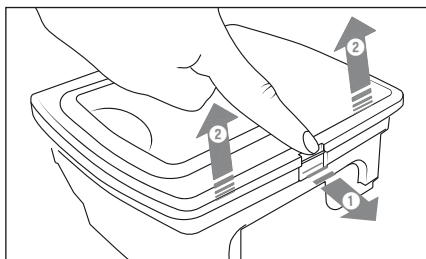

Fig. 7
- 2) Deschideți elementul de blocare de la capacul recipientului de praf 12 și deschideți-l (a se vedea fig. 7).